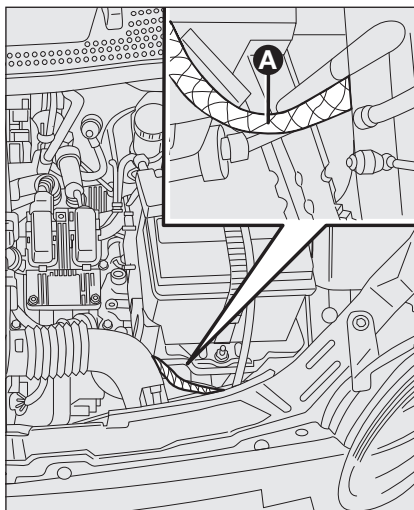

fig. 1a - Versioner Duratec
- ☐ Forbind med det andet startkabel hjælpebatteriets negative pol – til et stelpunkt **A** på den bil, der skal startes (**fig. 1a-1b**).